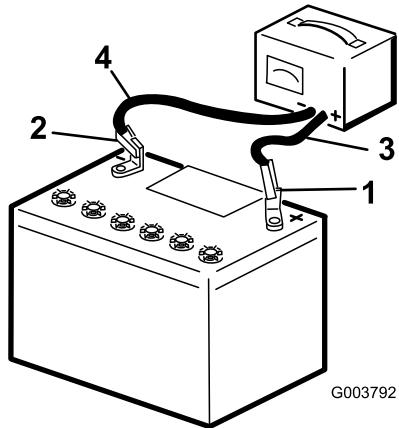

Figura 42
- Caricate la batteria per 10 o 15 minuti a 25 – 30 A o 30 minuti a 4 – 6 A (Figura 42). Non sovraccaricatela.
4. Quando la batteria è completamente carica, staccate il caricabatterie dalla presa elettrica e scollegate i cavi di ricarica dai poli della batteria (Figura 42).